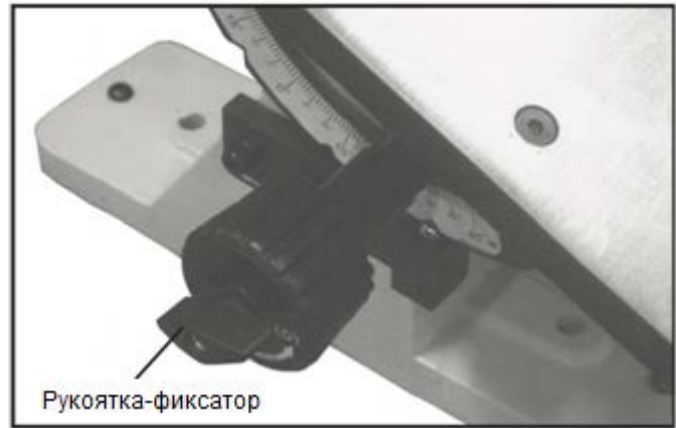

Рис. 02
1. Ослабьте рукоятку-фиксатор (рис. 02) и сдвиньте рабочий стол в положение 90 градусов. Затяните рукоятку-фиксатор и поместите угольник рядом с рабочим столом и шлифовальным диском. Угольник должен опираться на рабочий стол и шлифовальный диск.